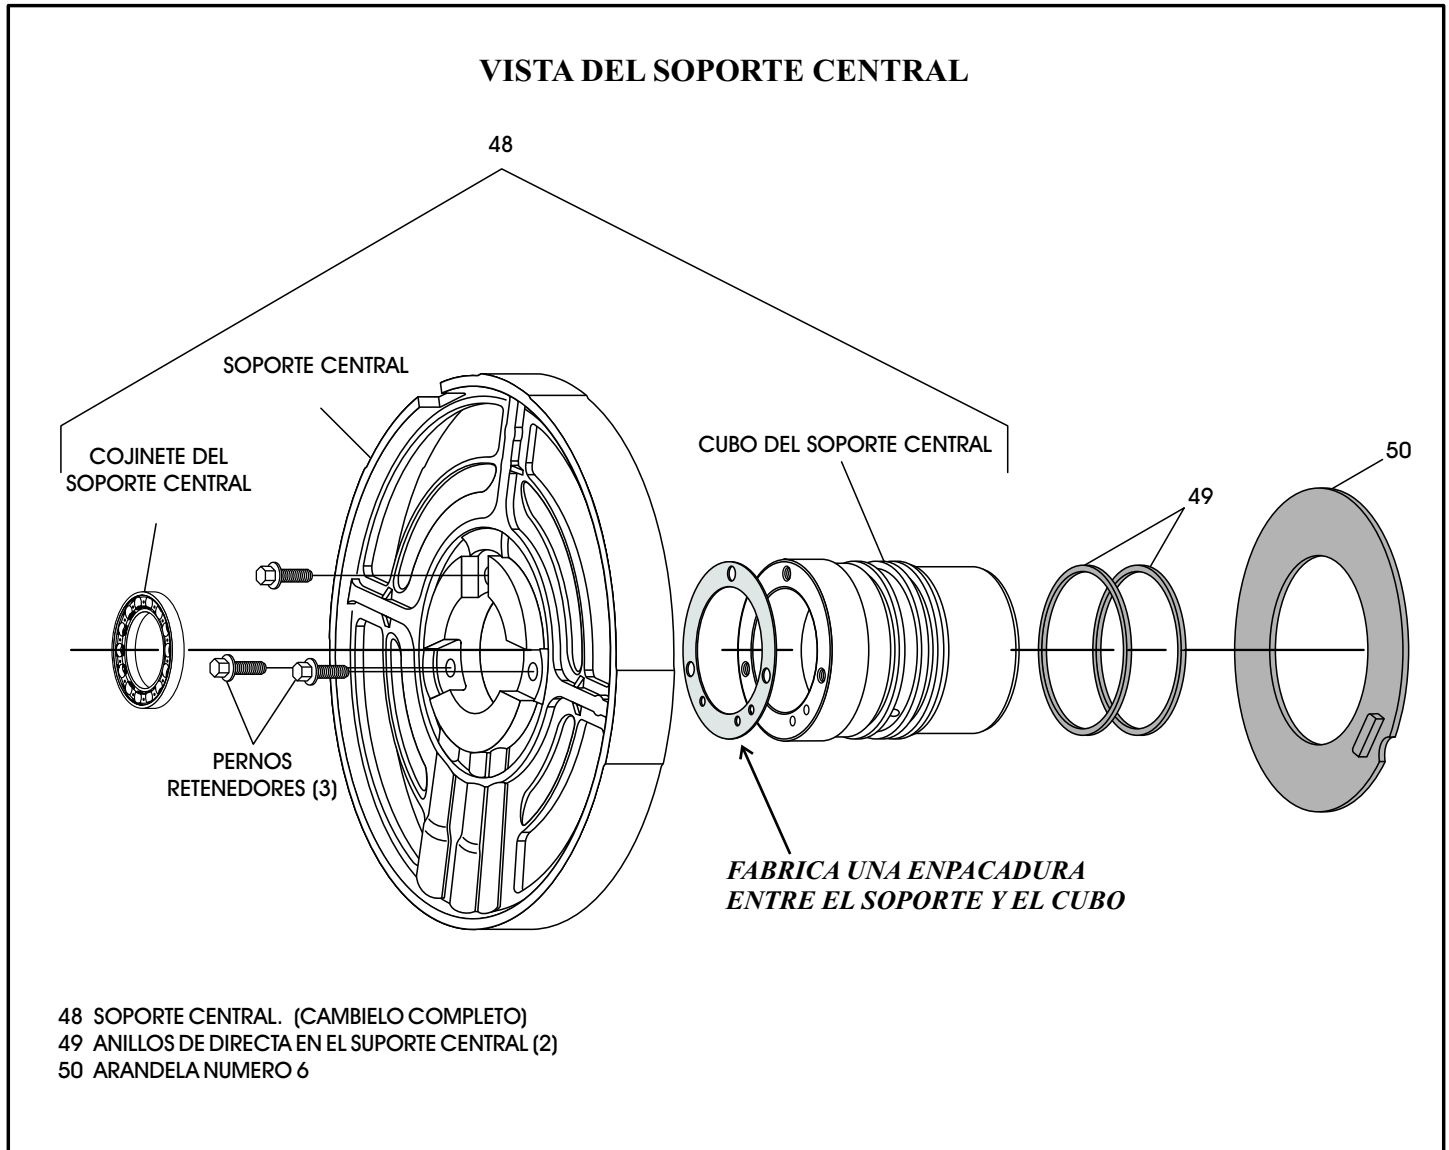

Figura 2
- 3-Holgura excesiva en baja y marcha atrás directa (**Figura 2**) o embrague de paseo.